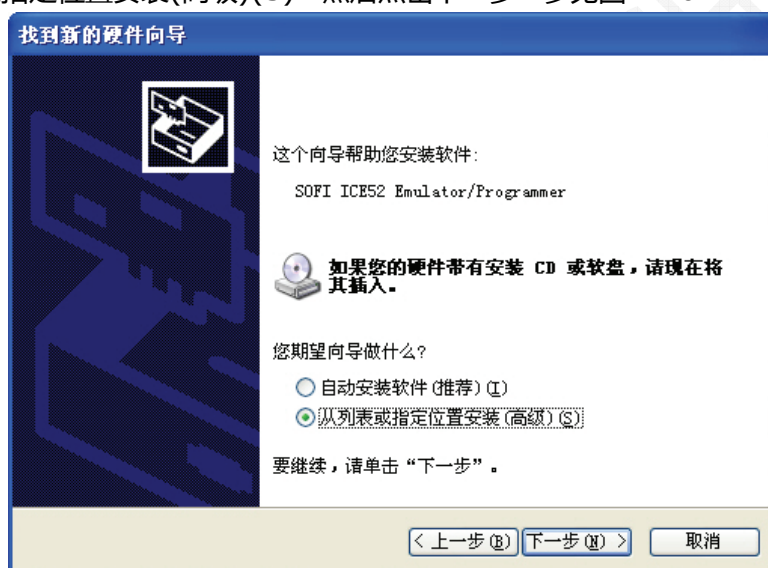

图 2.10
2. 接下来选择“从列表或指定位置安装(高级)(S)” 然后点击下一步。参见图 2.10。